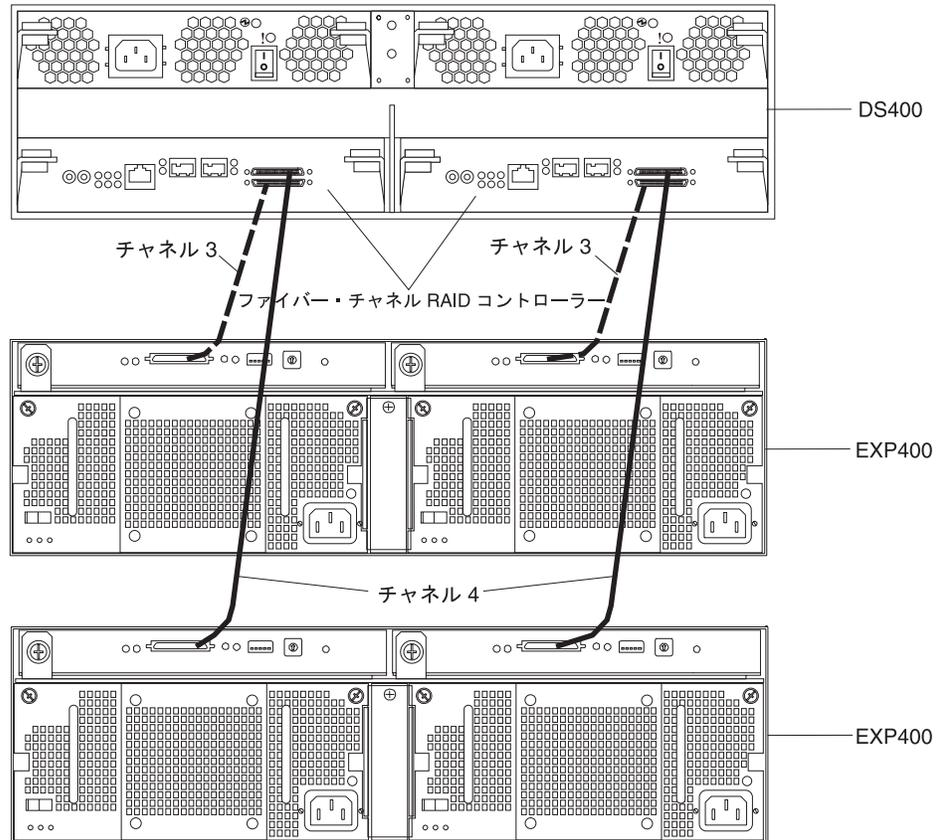

図38. 2 台の EXP400 拡張装置を DS400 デュアル・コントローラー・ストレージ・サブシステムに接続する場合
2. 拡張装置に付属の IBM 2M SCSI ケーブルまたは 4.2M LVD SCSI ケーブルを使用して、EXP400 を DS400 に接続します (51 ページの図 38 を参照)。1 台または 2 台の拡張装置を接続することができます。